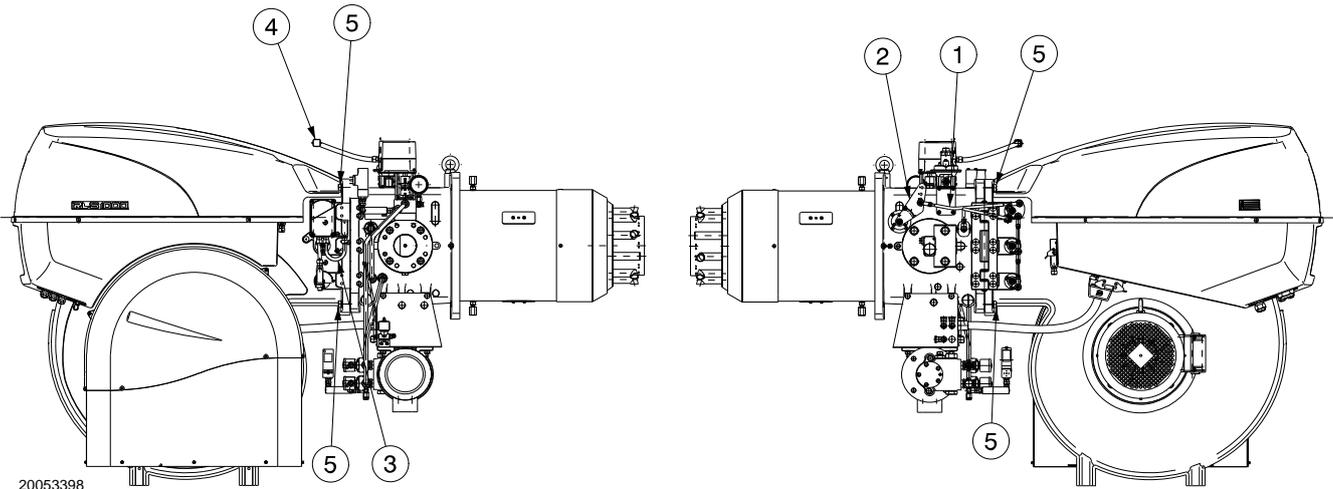

Fig. 41
- Aflojar la tuerca 2) y quitar el tirante 1)(Fig. 41) de la palanca de movimiento del cabezal.